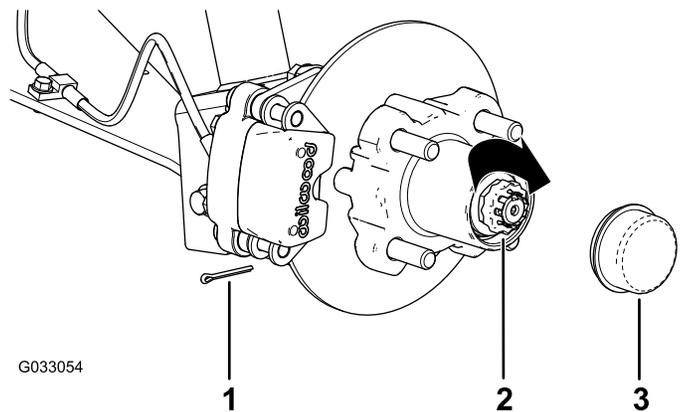

Figura 34
8. Coloque el retén sobre la tuerca y compruebe la alineación de la ranura del retén y el taladro de la chaveta del eje (**Figura 34**).
9. Instale la chaveta y doble las patas alrededor del retén (**Figura 34**).
10. Instale el tapón guardapolvo sobre el cubo (**Figura 34**).